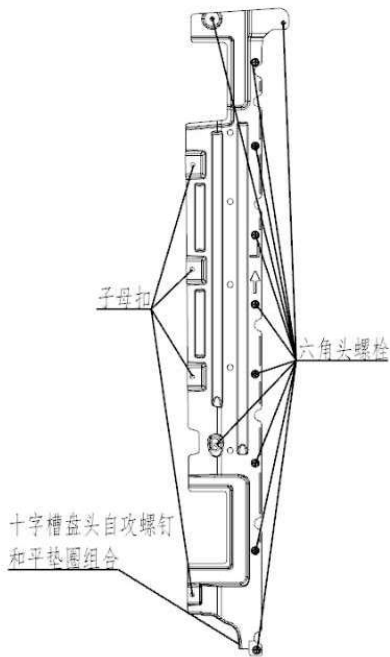

图 4-5-1 左侧发动机挡泥板的拆卸示意图
(1) 用十字起拆卸与后轮罩挡泥板相连的十字槽盘头自攻螺钉(左右各1个),以及与车身钣金相连的4个子母扣(左右各4个子母扣均与车身钣金相连),用10#套筒将六角头螺栓(左右各11个)卸下,双手托住挡泥板,将挡泥板拆下,位置如图4-5-1所示: